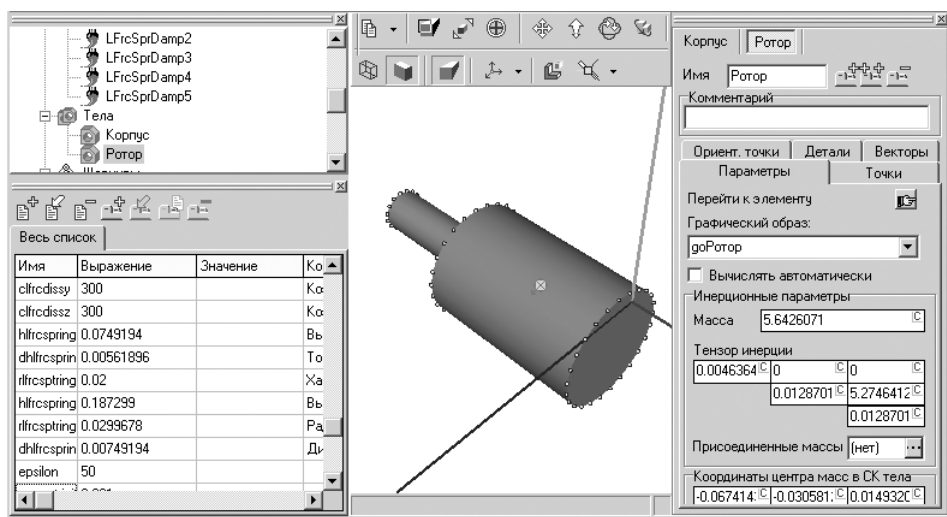

Рис. 2.121. Окно **Инспектор** после выделения в **Дереве элементов** тела **Ротор**
- щелкните в раскрытом списке **Тела** по телу **Ротор**. Появится соответствующее окно **Инспектор**, см. рис. 2.121;